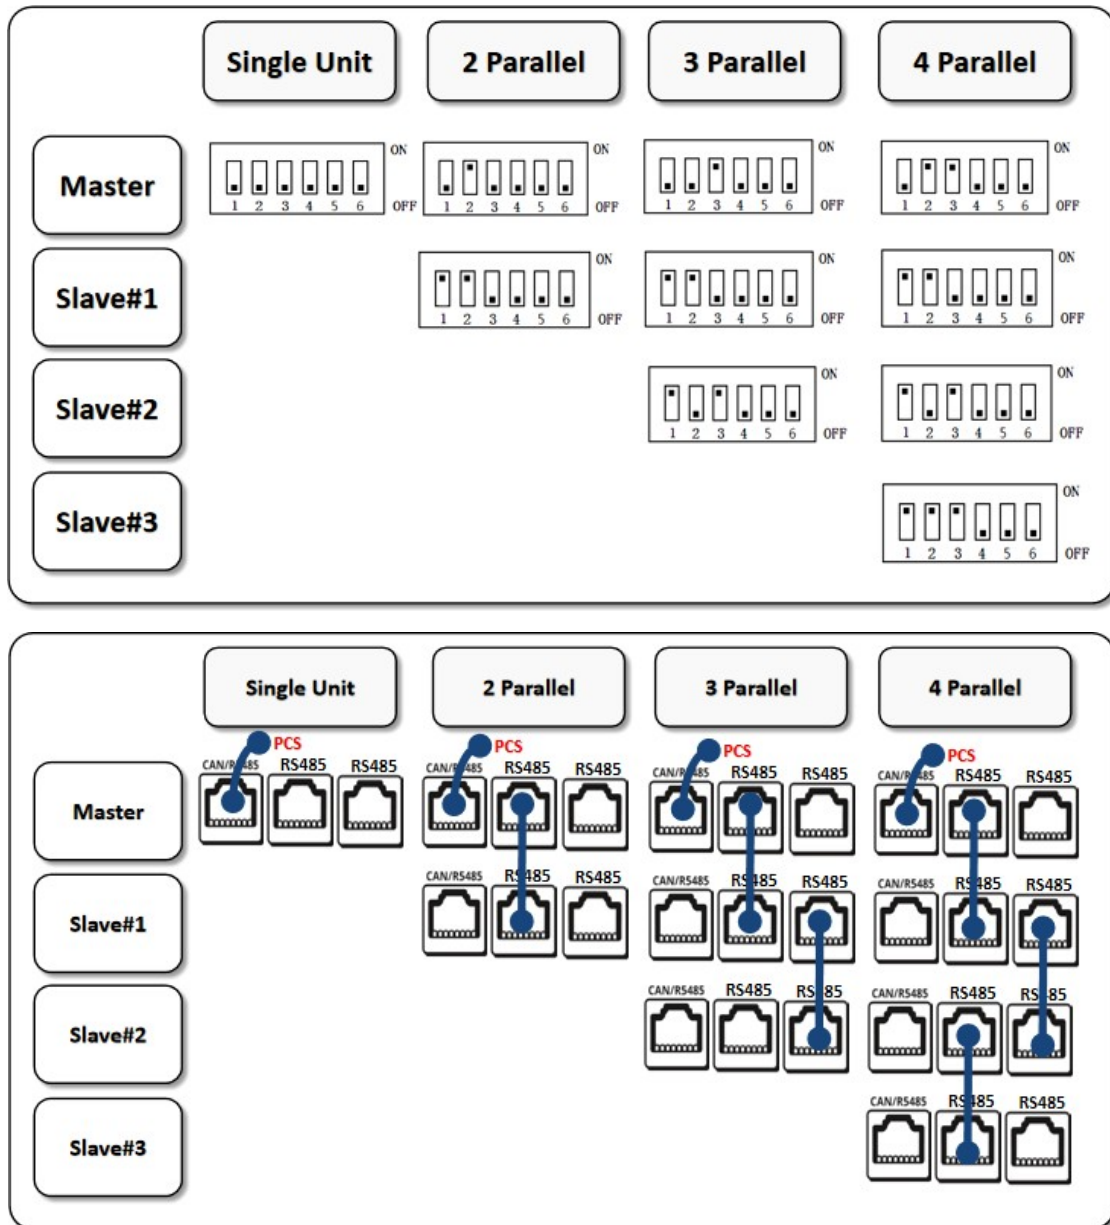

Fig. 5.4.2- Tilslutning af kommunikationsport
2. Foretag tavleindstillingen i henhold til fig. 5.4.2.